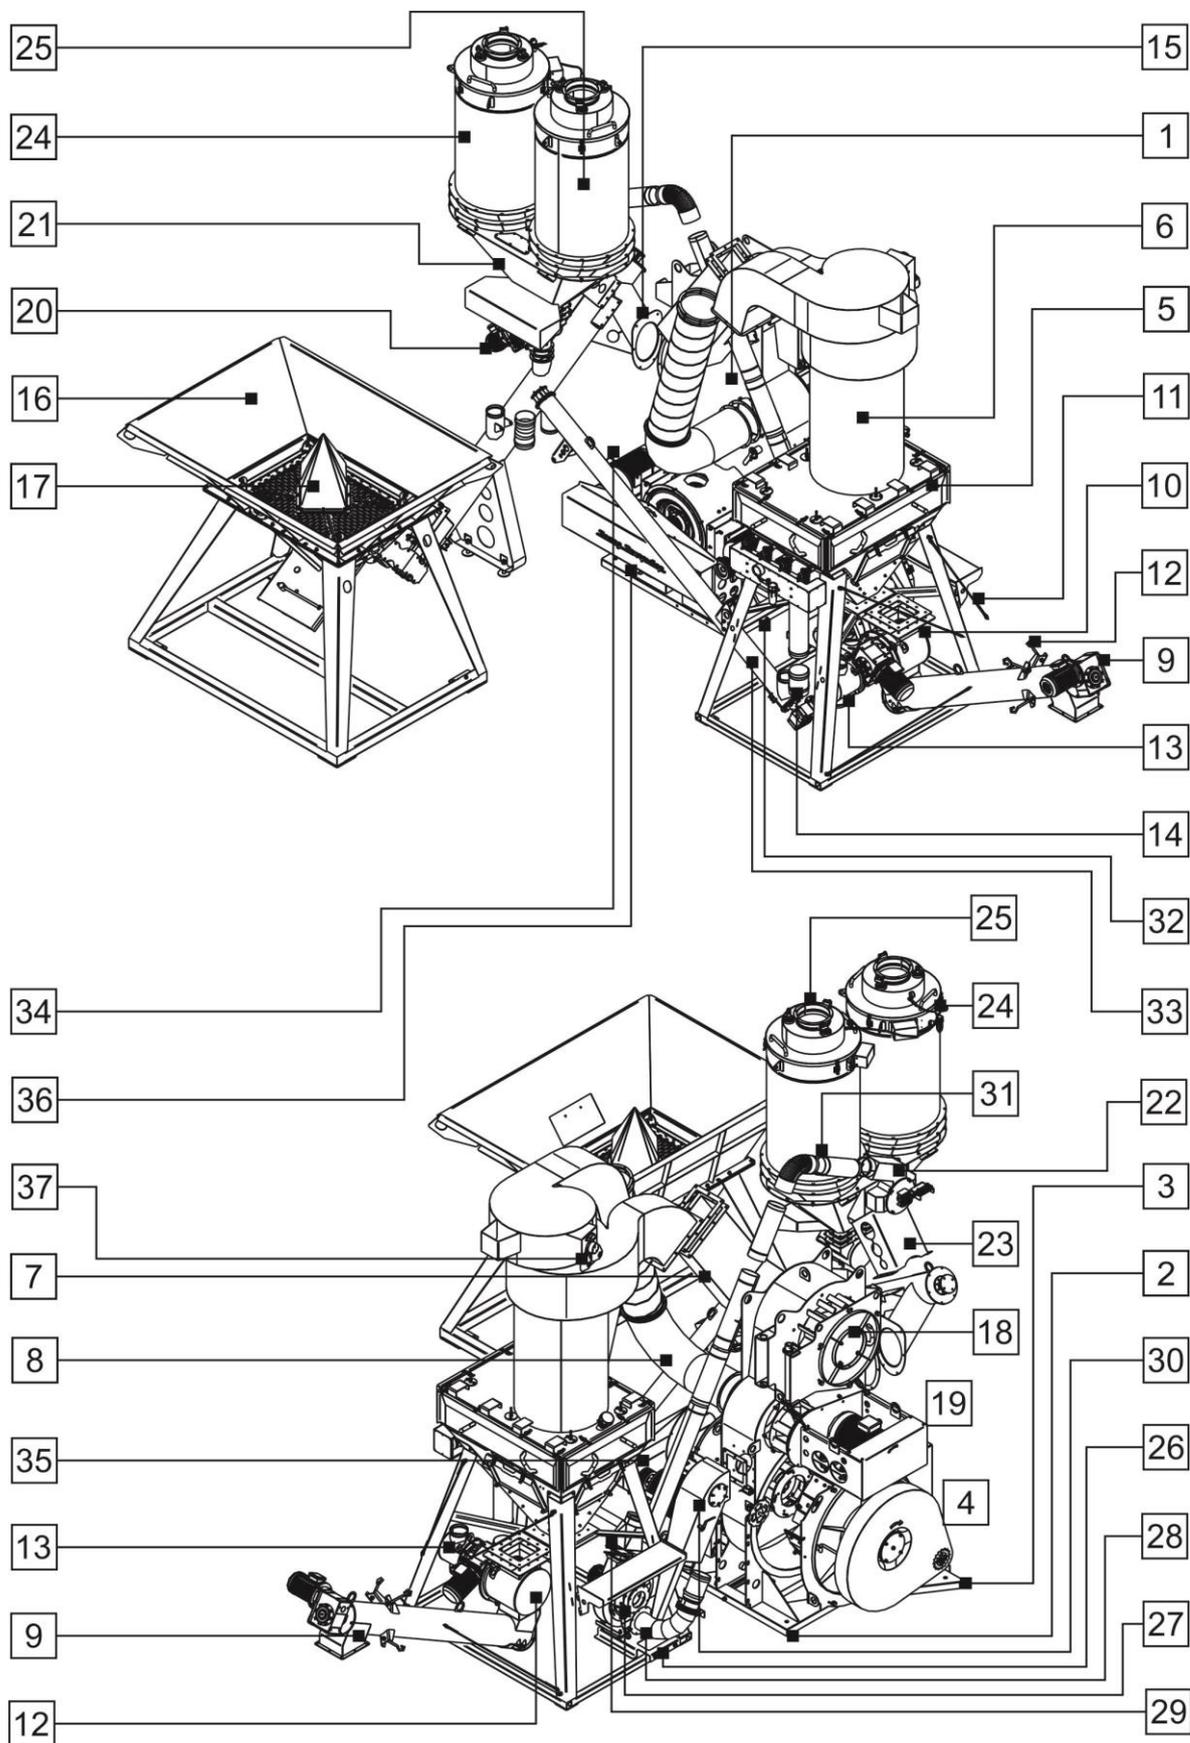

Рис. 23
Сборку изделия необходимо проводить в следующей последовательности (Рис. 23):
3. Подсоединить шину заземления к резьбовой шпильке площадки-основания (2);
4. Установить на площадку двери блока элеватора (4) колесную опору (на Рис. 23 не показана). Совместить петли двери блока элеватора (4) с отверстиями петель монокорпуса (1), установить ось, зашплинтовать ее. Проверить плавность хода двери блока элеватора (4), прилегание колесной опоры к направляющей дорожке (3). Колесная опора должна опираться на направляющую дорожку, в противном случае необходимо установить проставочные пластины между площадкой двери блока элеватора и колесной опорой;
5. Установить защитный кожух цепной передачи блока элеватора (4);
6. Закрыть дверь блока элеватора (4) и зафиксировать ее штурвалом, а затем резьбовыми прижимами. При затягивании резьбовых прижимов не следует прикладывать чрезмерные усилия, в противном случае уплотнение двери может быть повреждено;